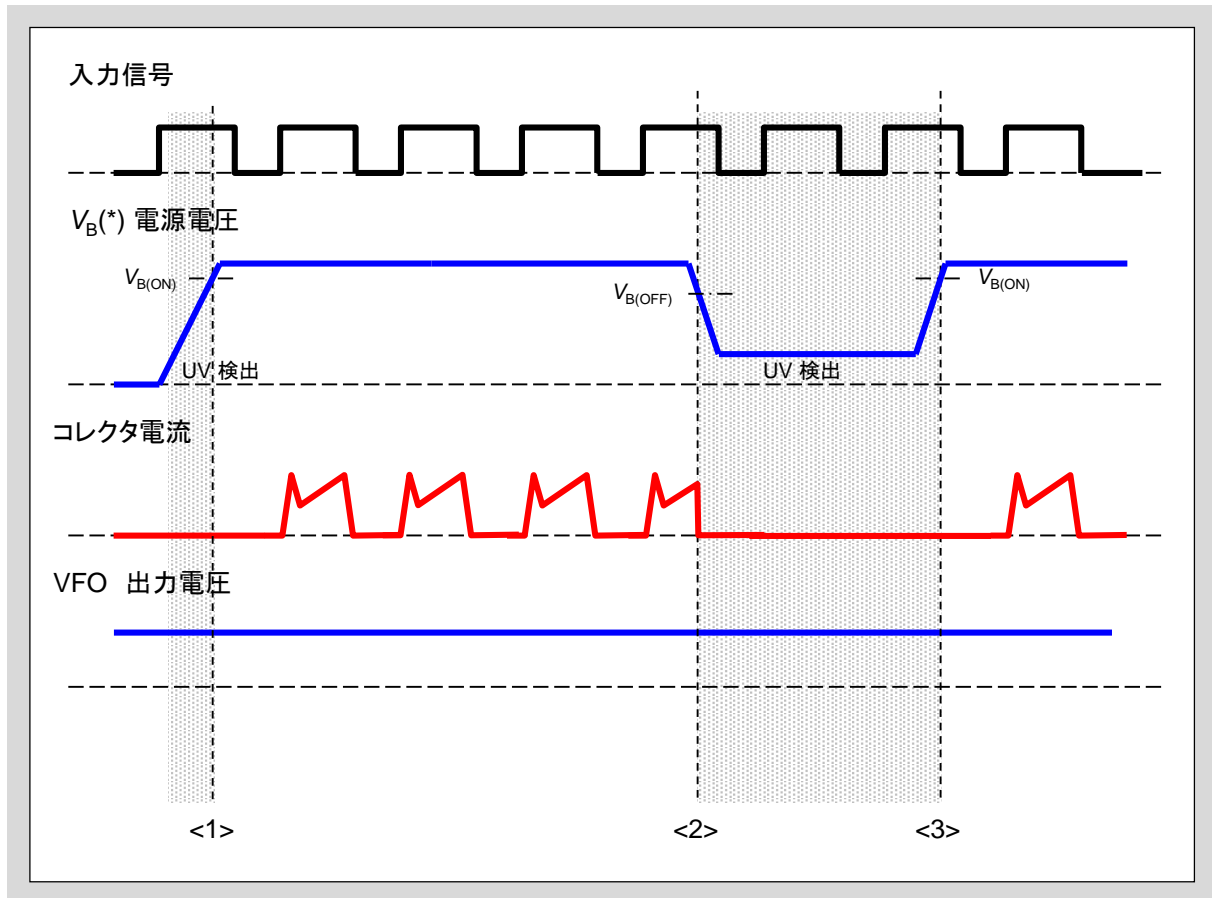

図3-5 $V_B(U, V, W)$ の低入力電圧保護動作のシーケンス(ハイサイド)
- 図3-5にVB(U)-U, VB(V)-V, VB(W)-W間の低入力電圧保護動作のシーケンスを示します。